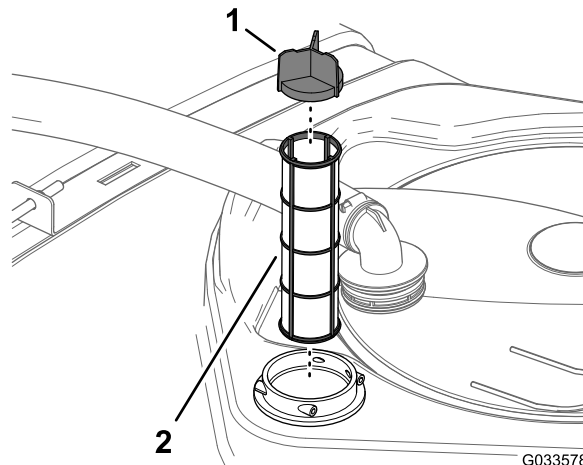

Figura 104
4. Retire el filtro de aspiración usado del alojamiento del filtro del depósito (Figura 104).